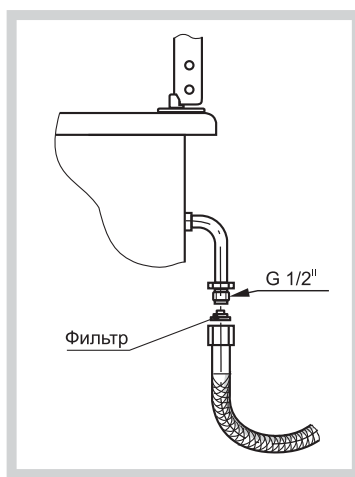

Рис.18
- выбранный шланг должен иметь документ, указывающий дату изготовления, срок службы и замены, и установлен в соответствии с рис.18;